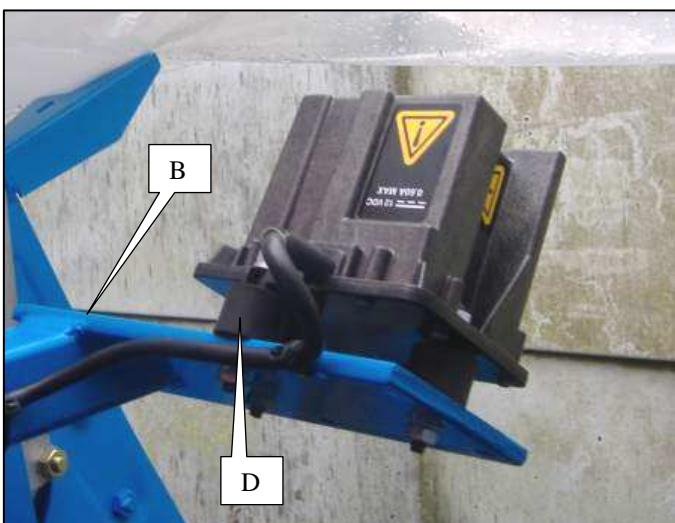

Fig. 3
-Fixer le radar sur son support à l'aide des 3 pièces de fixation caoutchoutées D (Fig.3).
-Secure the radar on its bracket using the 3 rubber securing parts D (Fig.3).
- Befestigen Sie den Radar auf seinen Träger mit Hilfe der 3 Gummibefestigungsstücke D (Abb. 3).